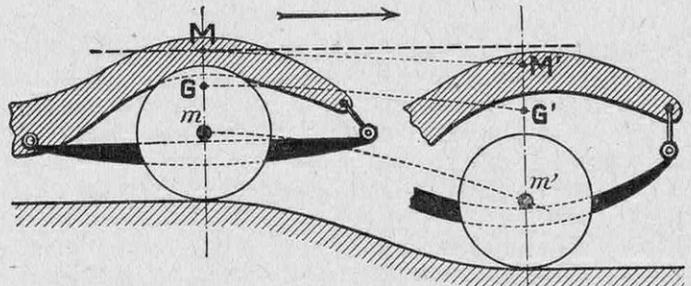

FIG. 2. — PASSAGE D'UNE DÉNIVELLATION
*Passage d'une dénivellation.* — Supposons, pour un instant, que les ressorts aient été bloqués. Lorsque la roue passe au-dessus d'une dénivellation, tout l'ensemble du châssis  $M$  et de la partie non suspendue  $m$  tombe en chute libre; le centre de gravité  $G$  de l'ensemble ( $M+m$ ), qui est animé de la vitesse de la voiture, décrit une trajectoire  $GG'$  (fig. 2). Mais si nous répétons la même expérience avec les ressorts libres, nous voyons que la détente de ces ressorts, qui se fait de part et d'autre du centre de gravité
Il est évident que la trajectoire de la roue (fig. 2) se rapproche d'autant plus de l'horizontale que la vitesse de la voiture est plus grande. En pratique, il est très rare que la roue d'une voiture roulant vite touche le fond des trous ; au contraire, elle franchit la dénivellation et vient heurter le bord opposé. L'effet sensible de la vitesse est